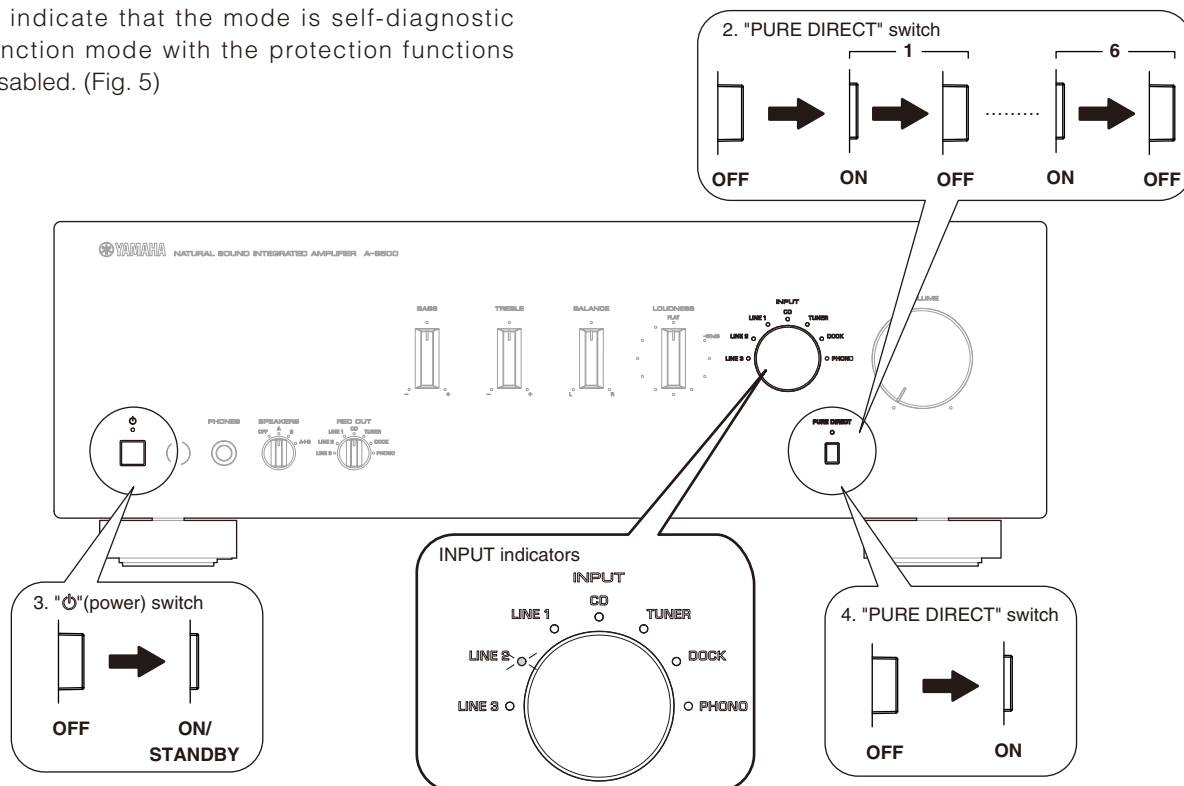

Fig. 5
1. With the power to this unit turned on, press "⏻" (power) and "PURE DIRECT" switches to turn them off respectively. (Fig. 5)
2. Repeat pressing "PURE DIRECT" switch to turn it ON/OFF 6 times. (Fig. 5)
3. Press the "⏻" (power) switch inward to turn on the power. (Fig. 5)
4. Press the "PURE DIRECT" switch inward to the ON position. (Fig. 5)
In this mode, the "LINE 2" INPUT indicator flashes to indicate that the mode is self-diagnostic function mode with the protection functions disabled. (Fig. 5)
1. 電源が入られた状態で、「⏻」(パワー)スイッチ、「PURE DIRECT」スイッチを押し、それぞれOFFにします。(Fig. 5)
2. 「PURE DIRECT」スイッチを6回ON/OFFします。(Fig. 5)
3. 「⏻」(パワー)スイッチを押し電源を入れます。(Fig. 5)
4. 「PURE DIRECT」スイッチを押しONにします。(Fig. 5)
このモードでは「LINE 2」INPUTインジケータが点滅し、プロテクションを解除した状態でのダイアグモードであることを知らせます。(Fig. 5)